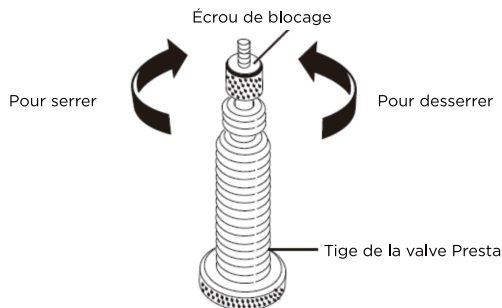

Fig. 8
1. Desserrer l'écrou de blocage de valve Presta (Fig. 8).
4. Après le gonflage, retirez le mandrin et serrez l'écrou de blocage (Fig. 8).